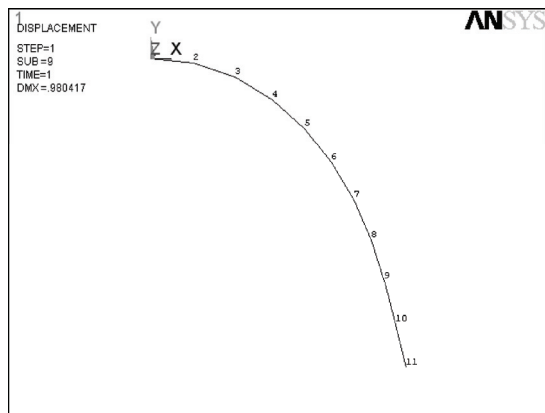

图 5-56 施加 20N 载荷时的变形形状
2) 选择 Main Menu | General Postproc | Plot Results | Deformed Shape 命令, 出现 Plot Deformed Shape 对话框, 在 KUND Items to be plotted 选项中选择 Def shape only 选项, 单击 OK 按钮, ANSYS 显示窗口将显示载荷为 20N 时杆件的变形形状, 如图 5-56 所示。